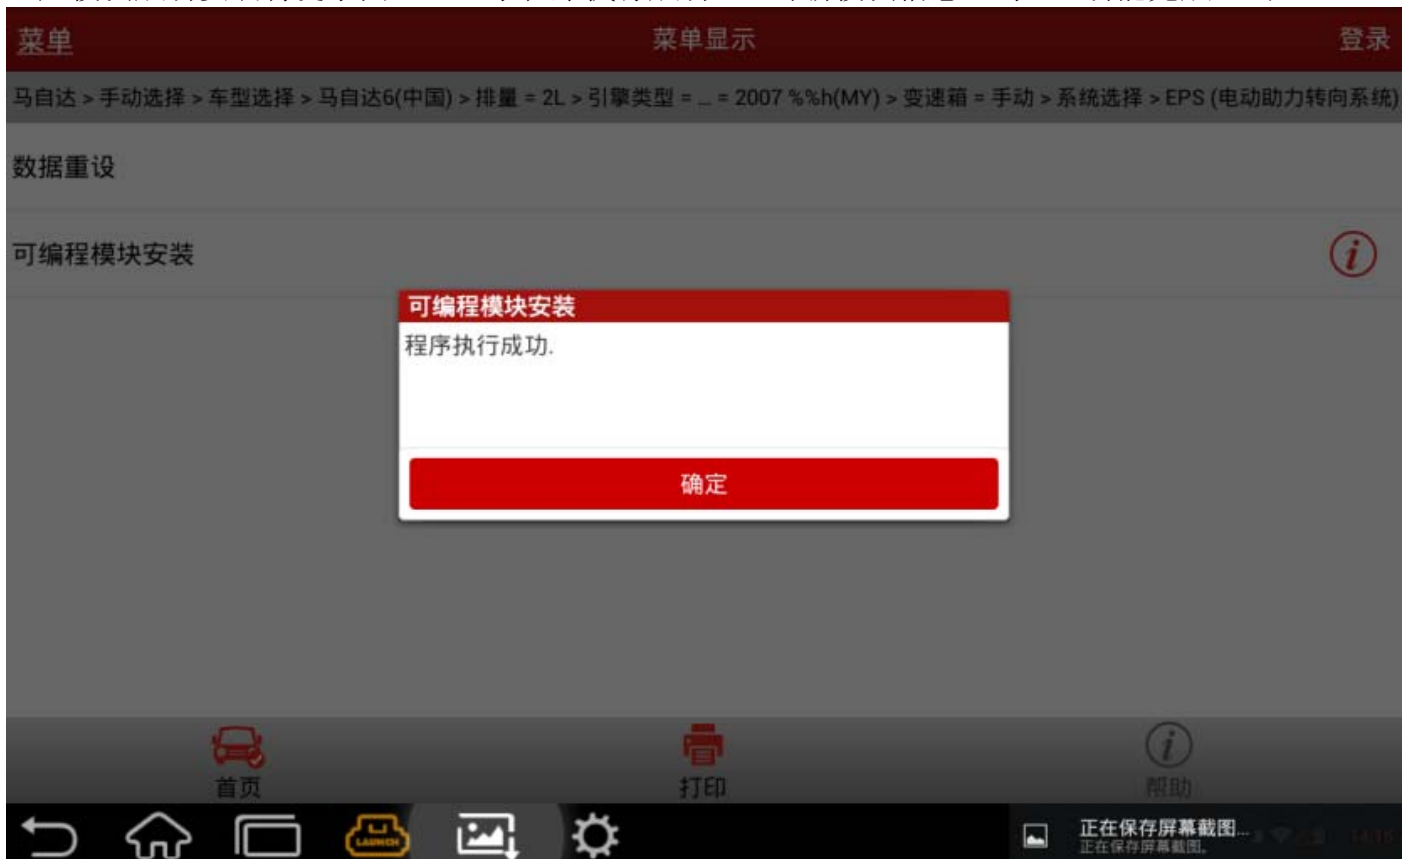

图 11
22). 模块成功安装将提示图 11，显示程序执行成功，此时新模块信息已写入，功能完成退出。